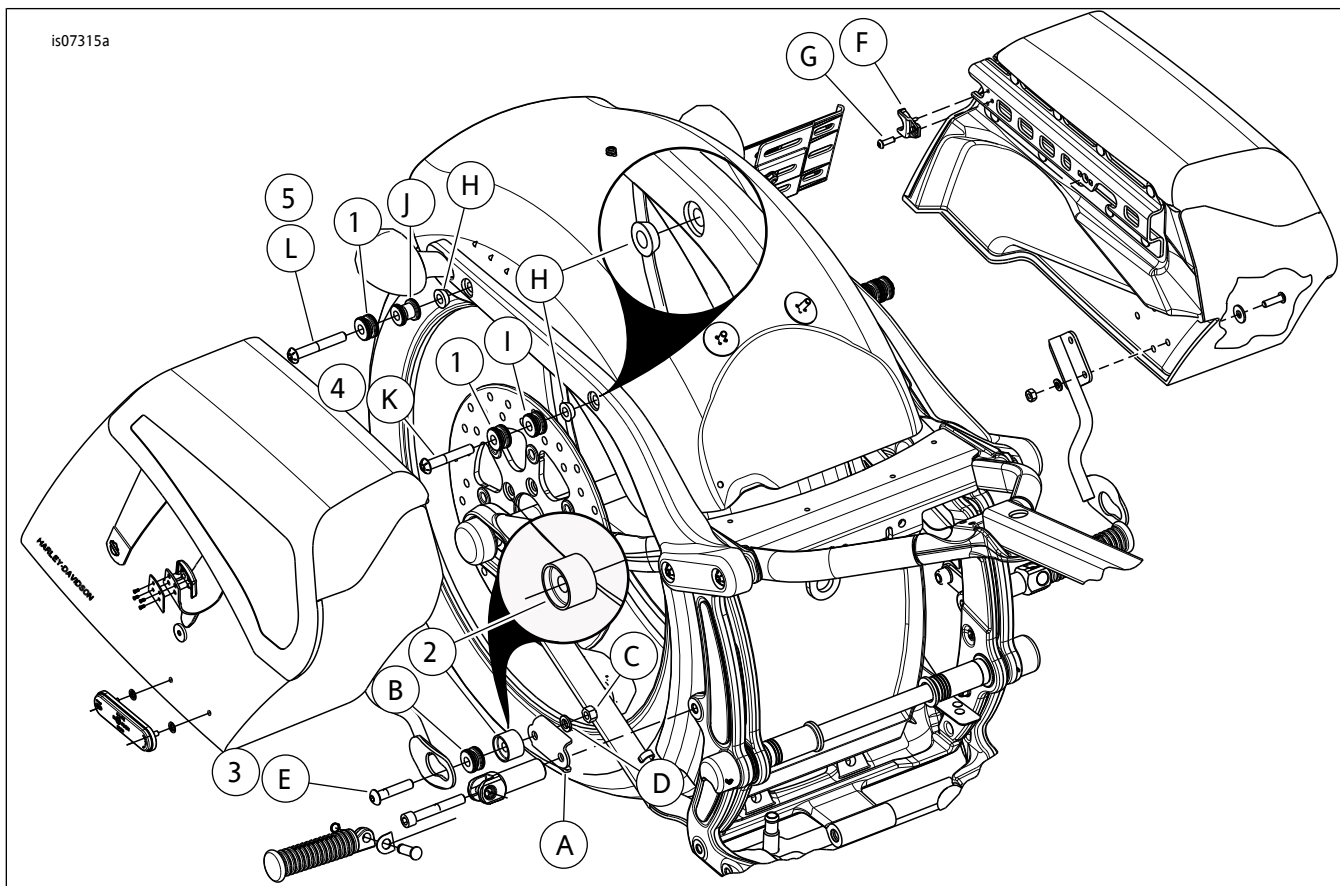

图1。维修零件：可拆卸式边箱对接点套件(零件编号52300243)
参见图1和表1。
2. 参见图1。拆下螺丝(K和L)、对接点(J和I)和锥形对接隔块(H)。记录对接点的位置和锥形隔块的朝向。
1. 参见图1。将螺丝(K和L)更换为此套件中的螺丝(4和5)。
1. 参见图1。将螺丝(4)、迷你型对接点(1)、迷你型对接点(I)和锥形隔块(H)安装至前部支柱安装位置。拧紧至28.5-36.6 N·m(21-27 ft-lbs)。